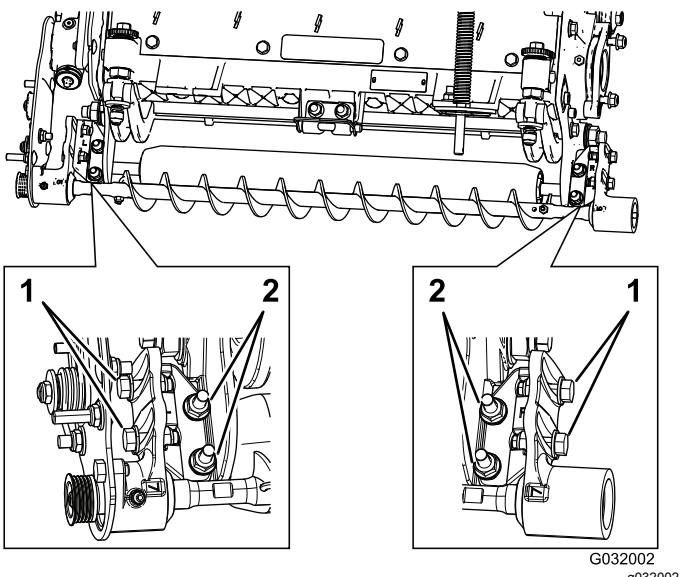

Bild 11
- A. Lösen Sie die zwei Sicherungsbundmuttern, mit denen die Befestigungshalterung der Rollenbürste an der Seitenplatte der Schneideeinheit befestigt ist (Bild 11).
- B. Drehen Sie das Lagergehäuse der Rollenbürste so lange, bis die Bürstenplatte mit der Seitenplatte der Schneideeinheit parallel ist (Bild 11).
- C. Ziehen Sie die zwei Sicherungsbundmuttern fest, mit denen die Befestigungshalterung der Rollenbürste an der Seitenplatte der Schneideeinheit befestigt ist (Bild 11).
1. Lösen Sie die zwei Schrauben, mit denen jedes Lagergehäuse der Rollenbürste an der Befestigungshalterung der Rollenbürste montiert ist (Bild 11).